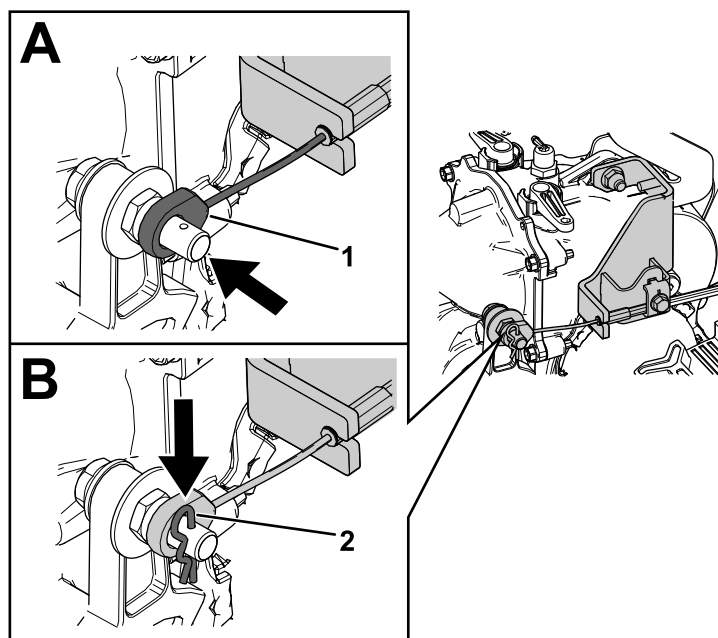

Figura 14
4. Montate il cavo della trasmissione idrostatica al bullone sul gruppo trasmissione idrostatica, e fissate con la coppia (Figura 14).